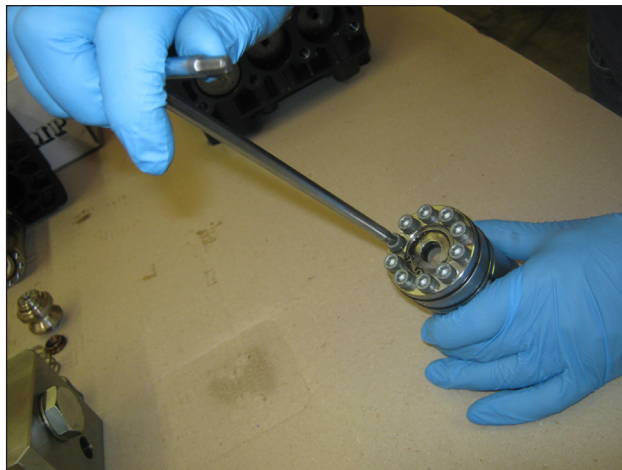

Fig. 52
- Monte os grupo dos suportes da junta de vedação de L.P. e de H.P. – camisa aparafusando manualmente os parafusos M6x65, conforme indicado na Fig. 52. Em seguida, proceda com a calibragem com chave dinamométrica, conforme indicado no capítulo 3.